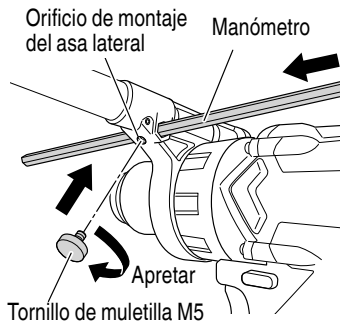

Fig. 24
18. Uso del manómetro (vendido por separado) (Fig. 24)